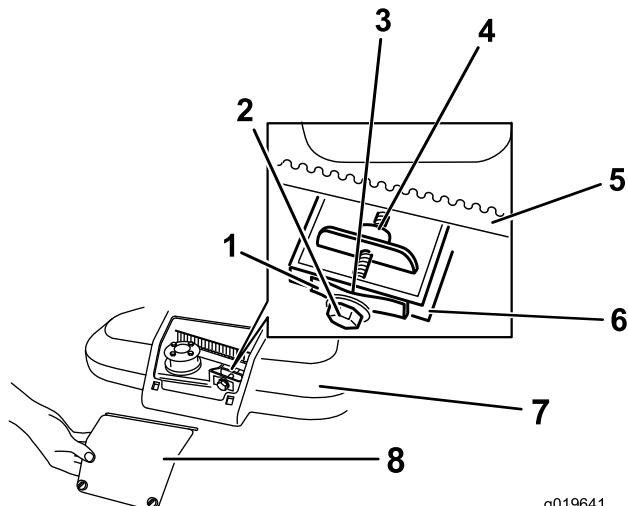

Bild 39
- Lösen Sie die zwei Schrauben an der Riemenabdeckungsplatte und nehmen die Platte ab (Bild 39).
- Halten Sie eine Führerlehre (0,255 mm), ein Papierstück oder einen Notizzettel gegen die Wand und schieben Sie nach unten hinter die Riemenspannungsfeder (Bild 39).
Hinweis: Wenn ein sichtbarer Abstand zwischen der Führerlehre und der Feder besteht, ziehen Sie die Einstellschraube und Mutter an, bis das Papier fast nicht mehr in den Abstand eingeschoben oder herausgezogen werden kann (Bild 39).